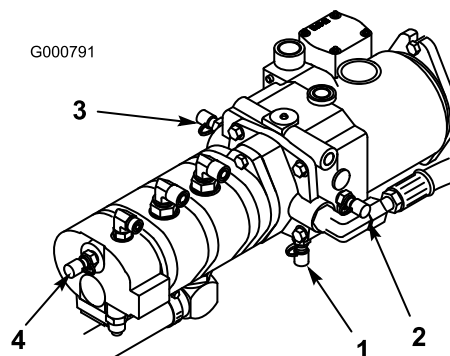

Bild 77
4. Testanschluss D befindet sich unten am Hydraulikgetriebe (Bild 77) und wird zum Messen des Getriebedrucks verwendet.
5. Testanschluss E wird zum Messen des Traktionvorwärtsdrucks verwendet (Bild 77).
6. Testanschluss F wird zum Messen des Traktionrückwärtsdrucks verwendet (Bild 77).
7. Testanschluss G wird zum Messen des Lenkdrucks verwendet (Bild 77).